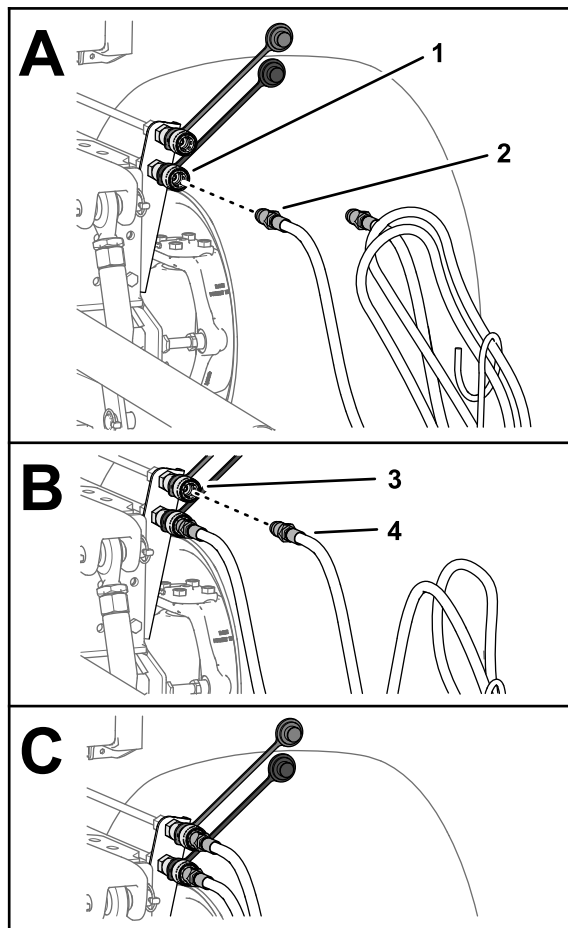

Figure 31
7. Branchez le raccord rapide du flexible de déploiement de l'outil sur le raccord rapide du circuit de déploiement (**Figure 31**).
8. Branchez le raccord rapide du flexible de rétraction de l'outil au raccord rapide du circuit de rétraction (**Figure 31**).